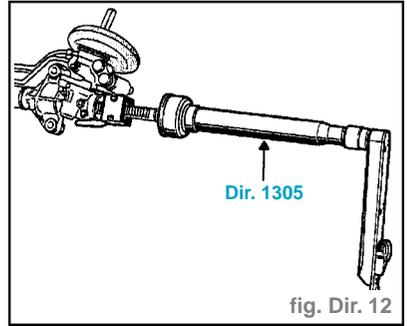

fig. Dir. 12
- Dans cette position, débloquer la rotule axiale à l'aide de l'outil **Dir. 1305** (fig. Dir. 12).